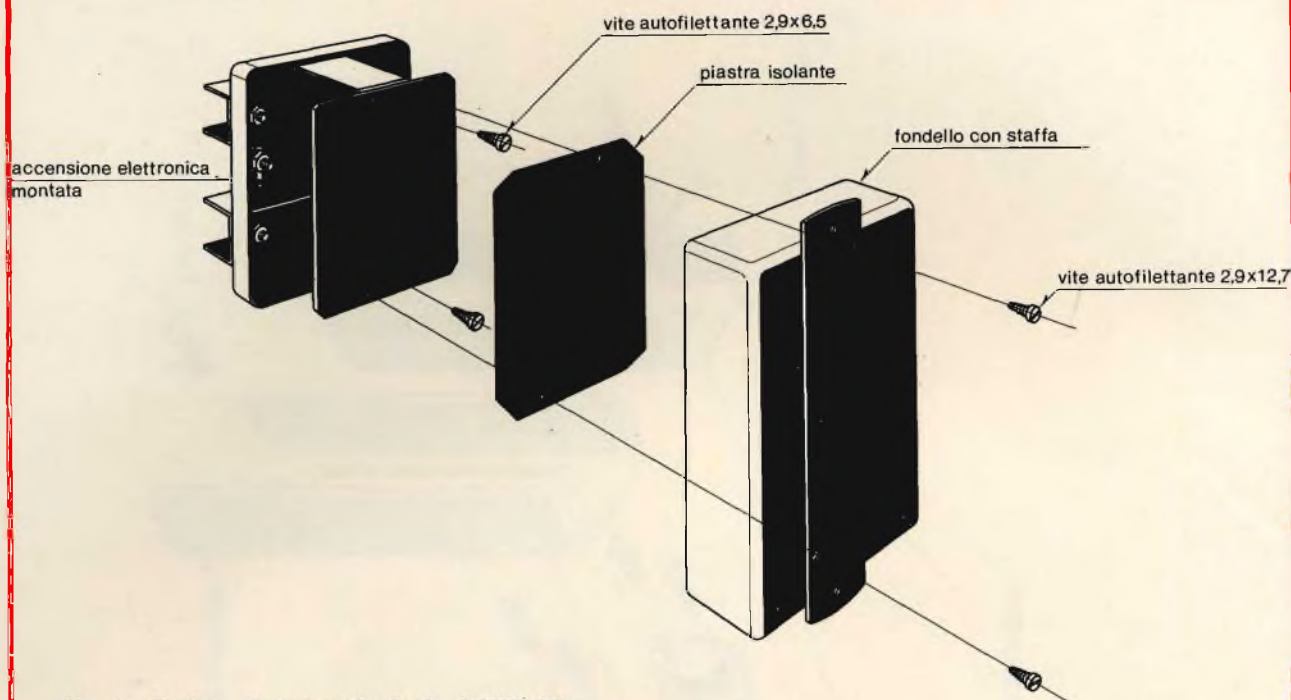

Fig. 6 - Esploso di montaggio finale dell'UK 875.
La fig. 6 indica l'aspetto dell'UK 670 a montaggio ultimato.
- Appoggiare il circuito stampato alle due squadrette di fissaggio della piastra e fissarlo mediante due viti autofilettanti 2,9 x 6,5 — fig. 6.